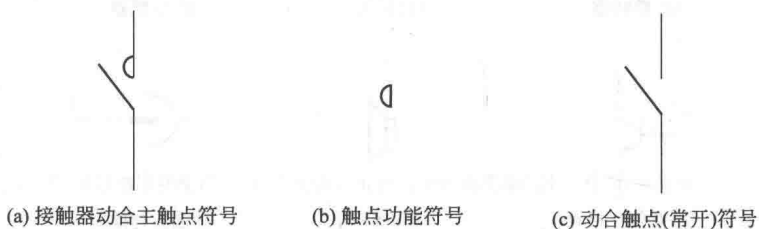

图 1-2 接触器动合主触点符号组成
① 符号要素 符号要素是一种具有确定意义的简单图形，通常表示电气元件的轮廓或外壳。它必须同其他图形符号组合，以构成表示一个设备或概念的完整符号，如接触器的动合主触点的符号 [如图 1-2(a)]，就由接触器的触点功能符号 [如图 1-2(b)] 和动合触点(常开)符号 [如图 1-2(c)] 组合而成。符号要素不能单独使用，而通过不同形式组合后，即能构成多种不同的图形符号。